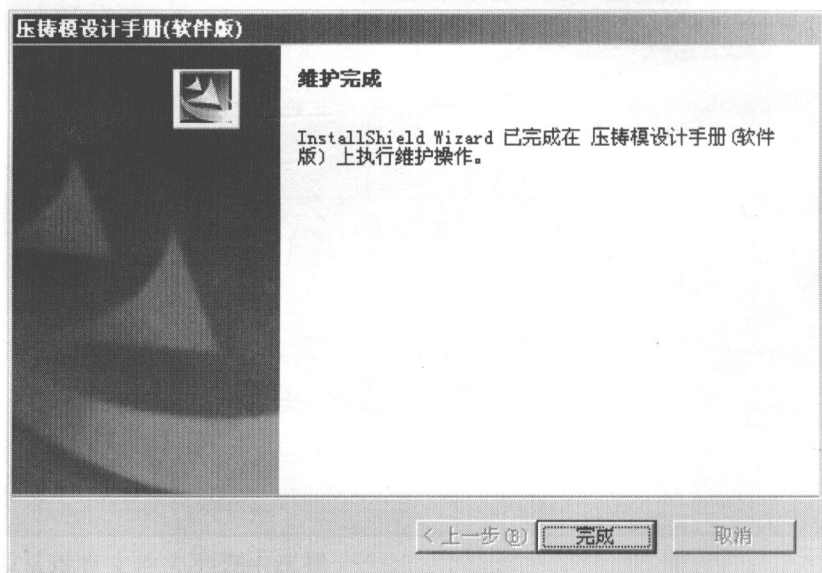

图 1-11 结束安装界面
(10) 最后，屏幕上显示安装程序的结束界面，如图 1-11 所示，单击“完成”按钮，安装程序将完成整个安装过程。